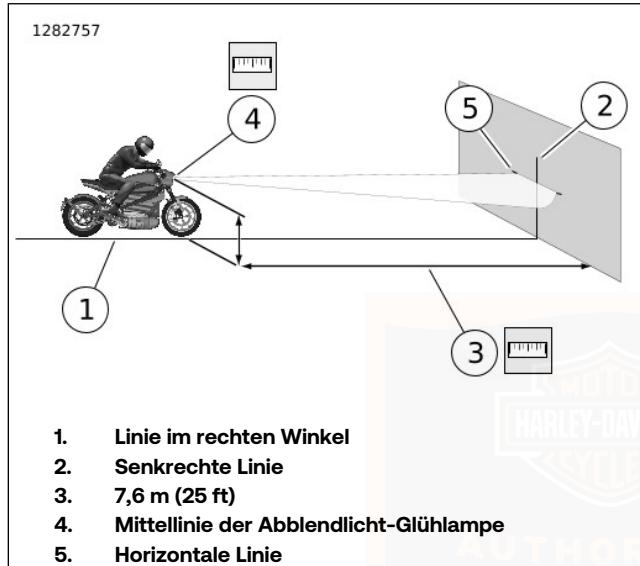

Abbildung 69. LED-Scheinwerferausrichtung
1. Siehe Abbildung 69. Das Motorrad im rechten Winkel (1) zur Wand parken.
3. Eine senkrechte, auf Linie (1) ausgerichtete Mittellinie (2) an der Wand anzeichnen.
4. Bei beladenem Motorrad das Vorderrad gerade nach vorne auf die Wand ausrichten. Den Abstand (4) vom Boden zur Mitte des Scheinwerfers messen.
5. Eine horizontale Linie (5) durch die vertikale Linie (2) mit der gleichen Höhenmessung wie bei der Mittellinie der Abblendlicht-Glühlampe (4) anzeichnen.
6. Den oberen Rand des Brennpunkts bei eingestelltem Abblendlicht an der horizontalen Linie (5) ausrichten.